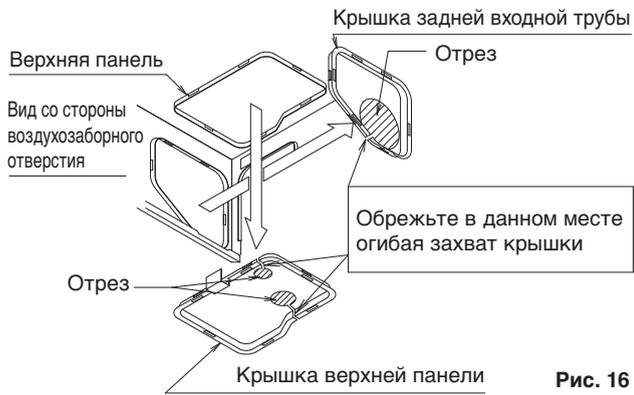
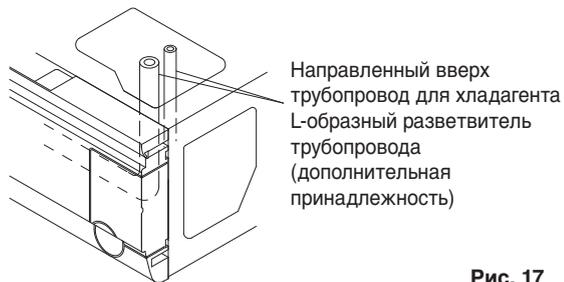
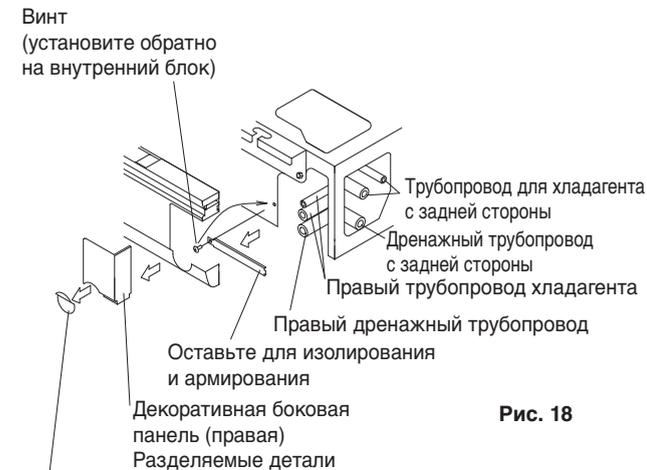

Рис. 16
Рис. 17
Рис. 18
- Перед подключением трубопровода для хладагента удалите остатки упаковочного материала (в т.ч армирование). (См. рис. 18)
- (1) Для задней стороны трубопровода
- Снимите заднюю крышку для доступа к трубопроводу и подсоедините патрубок. (См. рис. 16 и рис. 18)
- (2) Для верхнего трубопровода
- Снимите крышку для доступа к верхней панели и подсоедините трубопровод с помощью Г-образного переходника (опция). (См. рис. 16 и рис. 17)
- (3) Для трубопровода на правой стороне
- Удалите остатки упаковочного материала (в т.ч. армирование) с правой стороны и установите винт обратно в отверстие на блоке. (См. рис. 18)
- Прорежьте выбивное отверстие в декоративной боковой панели (правой) и подсоедините трубопровод. (См. рис. 18)
- После завершения работы с трубопроводами прорежьте снятую крышку вдоль трубопровода и установите ее. Также, что касается крышки верхней панели, которая была снята ранее, проденьте провод электродвигателя горизонтальной заслонки и вывод термистора через зажим на крышке верхней панели и зафиксируйте их. (См. рис. 16 и 19.) При этом следует заделать все зазоры между трубопроводом и крышкой, закрывающей отверстие для трубопровода, с помощью приобретаемой на месте шпатлевки во избежание попадания пыли во внутренний агрегат.
- (1) Выполните установку дренажного трубопровода.
- Дренажный трубопровод допускается подсоединять следующим образом: Для правой задней/правой стороны см. рис. 18 в разделе "6. РАБОТЫ С ТРУБОПРОВОДОМ ДЛЯ ХЛАДАГЕНТА" а для левой задней/левой стороны см. рис. 20.